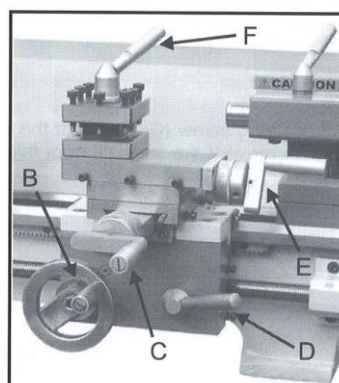

Рис. 11
5. Маховичок продольного перемещения (В, рис. 11)
6. Рычаг поперечного перемещения (С, рис. 11)
7. Рычаг сцепления полугайки (D, рис. 11)
8. Рычаг перемещения крестового суппорта (Е, рис. 11)
9. Зажимная рукоятка резцовой каретки (F, рис. 11)